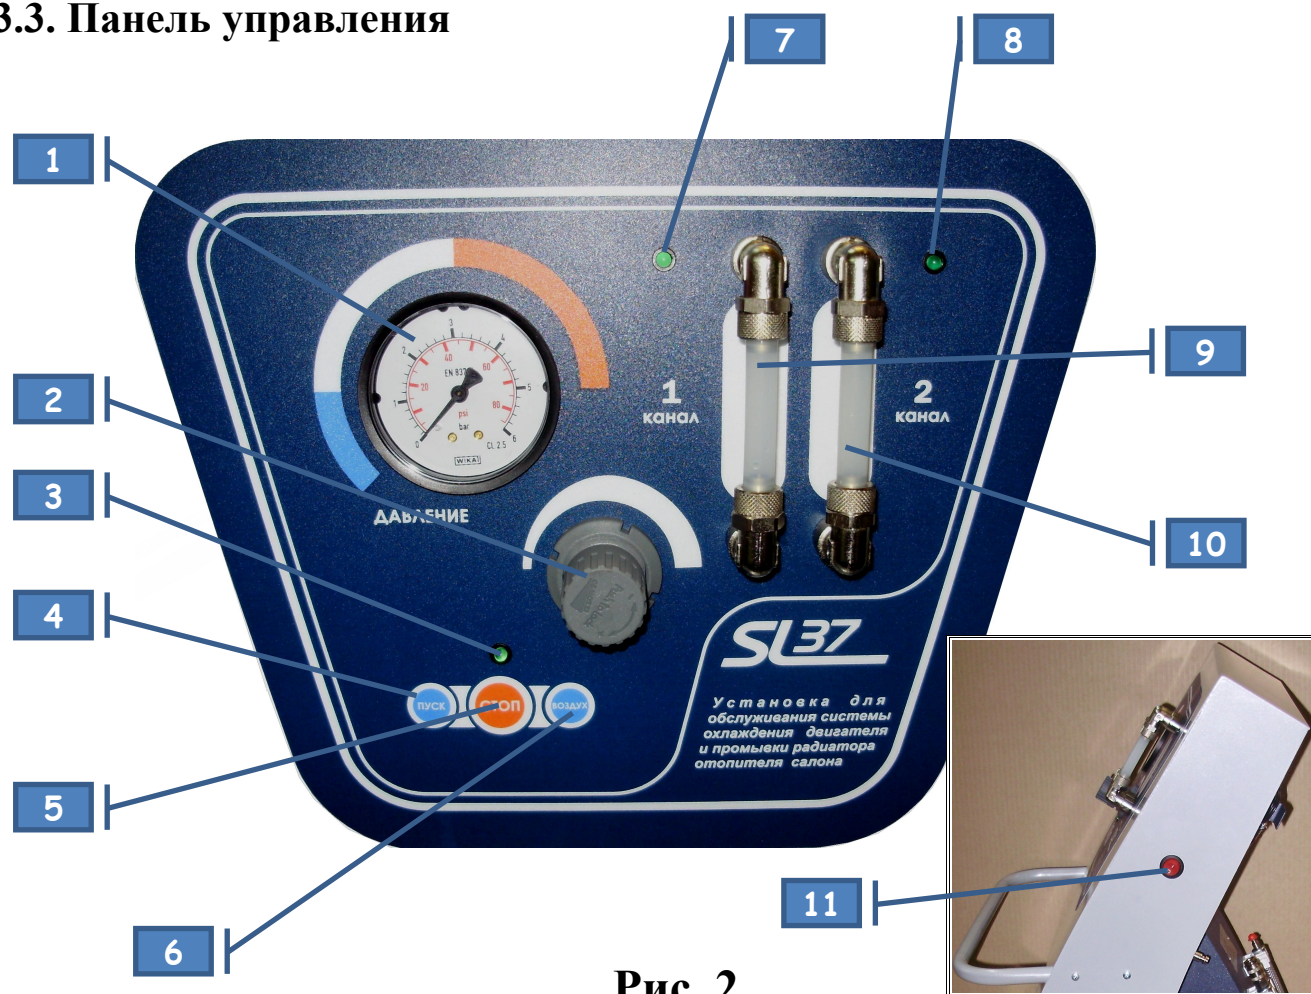
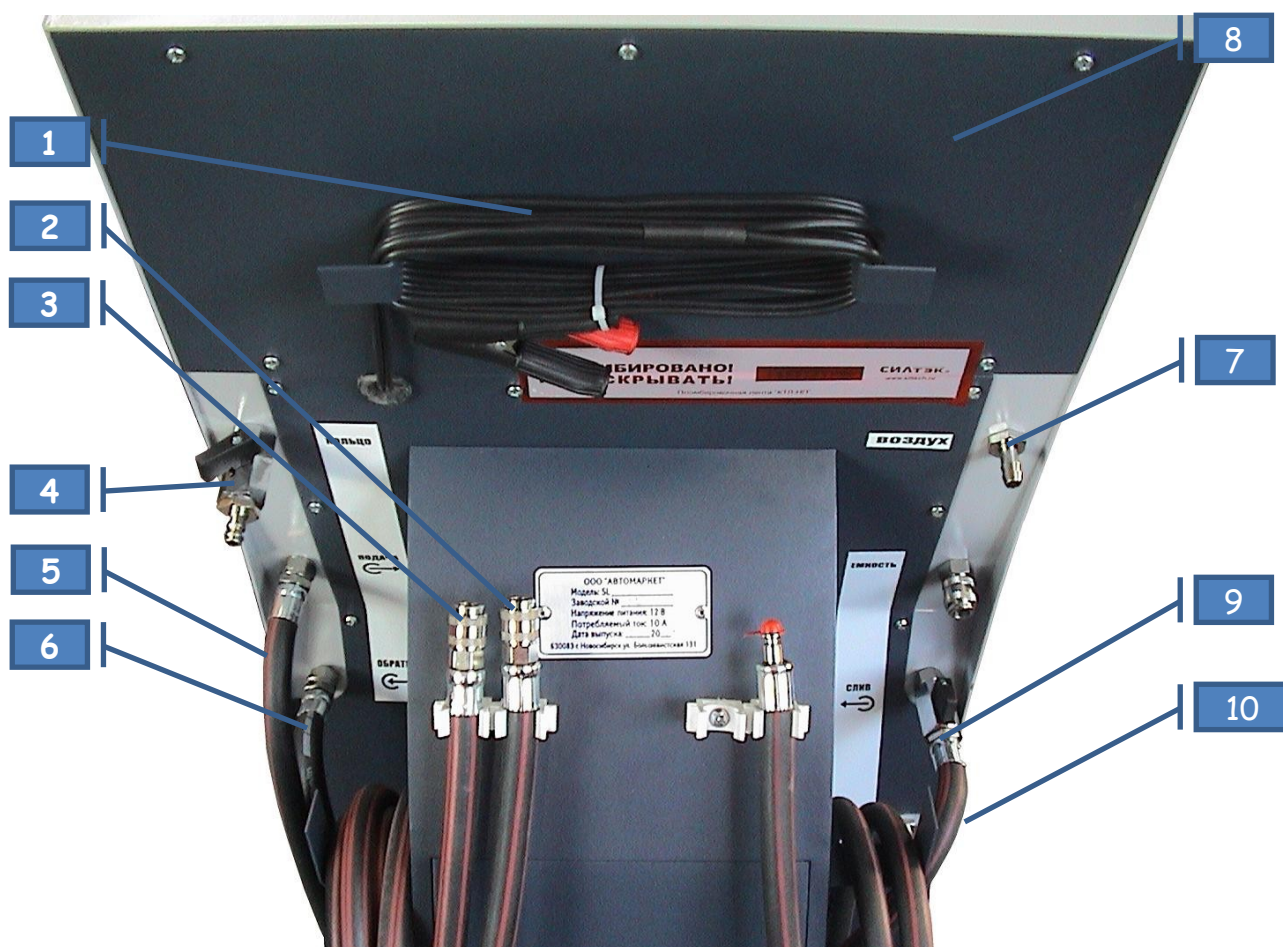

Рис. 2
Рис. 3
1. Подсоединить зажимы «крокодил» (п.1 рис. 3) кабеля питания установки к источнику питания: красный к положительной клемме - черный на «массу».
2. Включить тумблер питания (п.11 рис. 2). Загорится Светодиод канал 1 (п.1 рис. 2).
3. Заборный шланг с фильтром защелкнуть на БРС с надписью «Забор» (п.10 рис. 3).
6. Черный шланг с надписью «Подача» (п.5 рис.3) замкнуть на БРС «Кольцо» (п.4 рис.3). Открыть шаровой кран на штуцере «Кольцо». После процедуры подготовки кран необходимо закрыть.
7. Вставить Сливной шланг установки («Слив»), в свободную ёмкость объемом не менее 20 л, и повернуть вентиль (п.9 рис. 3) в положение «Открыто» (параллельно шлангу).
8. Нажать кнопку «**Пуск**» (п.4 рис. 2), расположенную на лицевой панели и **удерживать ее**, пока из сливного шланга (п.9 рис. 3) не пойдет равномерная, без пузырьков воздуха струя жидкости, и давление на манометре не достигнет значения 0.5 bar и более.
9. Нажать кнопку «**Стоп**» (п.5 рис. 2).
- нажать и удерживать кнопку «Пуск» (п.4 рис.2), пока уровень жидкости не опустится до пластин радиатора;
- нажать кнопку «Стоп» (п.5 рис.2).
9. Подсоединить к адаптерам шланги от установки, «Подающий» шланг черный (с надписью «Подача» п.5 рис.3) к «двигателю», «Обратный» шланг прозрачный (с надписью «Обратка» п.6 рис.3) к «термостату».
1. Повернуть вентиль Сливного шланга (п.9 рис.3) в положение «Закрыто» (перпендикулярно крану).
2. Нажать кнопку «Пуск» (п.4 рис.2).
6. Медленно открыть сливной кран (п.9 рис.3) на установке и стравить давление в системе.